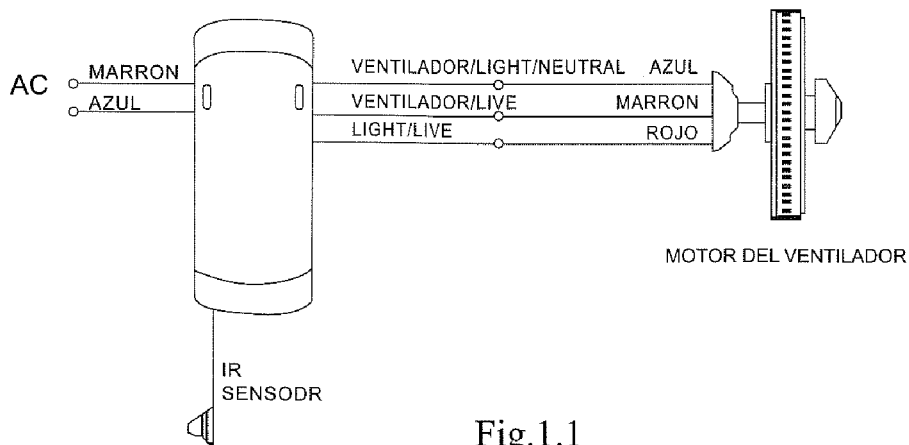
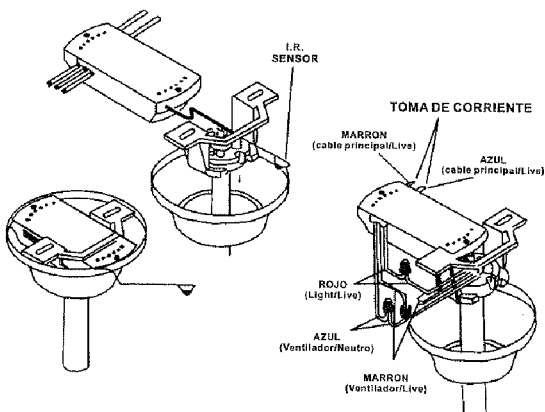
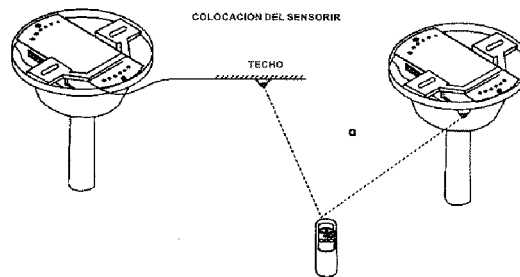

Fig.1.1
Fig.1.2
Fig. 2
1. Connecter les fils comme indiqué dans les illustrations (Fig. 1.1 y Fig. 1.2.) Placez le capteur infrarouge toujours hors de la lunette. Son emplacement dépend des conditions d'accueil. (Fig. 2)
2. Après le raccordement des câbles d'insérer le récepteur dans le support de ventilateur comme indiqué dans l'illustration (Fig. 1.2) et couvrir avec la lunette.